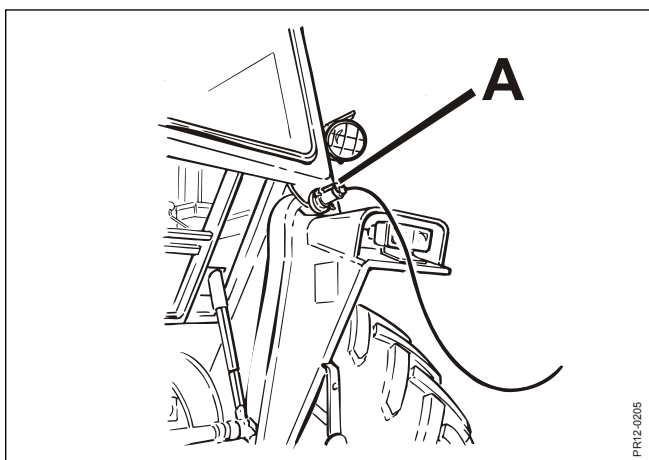

Рис. 2-5
- Рис. 2-5** Установите 7-контактный разъем **А**, имеющийся на кабеле панели управления, позади кабины трактора с помощью прилагаемых барашковых гаек. Впоследствии будет несложно демонтировать электрическое оборудование в кабине, если вы не будете использовать его в течение долгого времени. Оборудование необходимо держать в сухом месте.
- В рабочем положении имеет перекрытие минимум 200 мм, см. расстояние **b** на рис. 2-5.